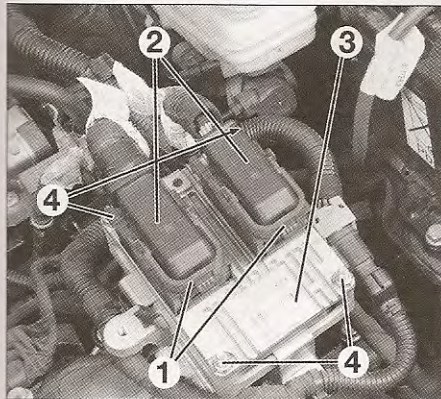

FIG. 14
- Levantar los bloques (1) de los conectores (2) del calculador (3) (fig. 14).
- Desconectar los conectores (2) del calculador.
- Desmontar los 4 tornillos (4) de fijación del calculador.